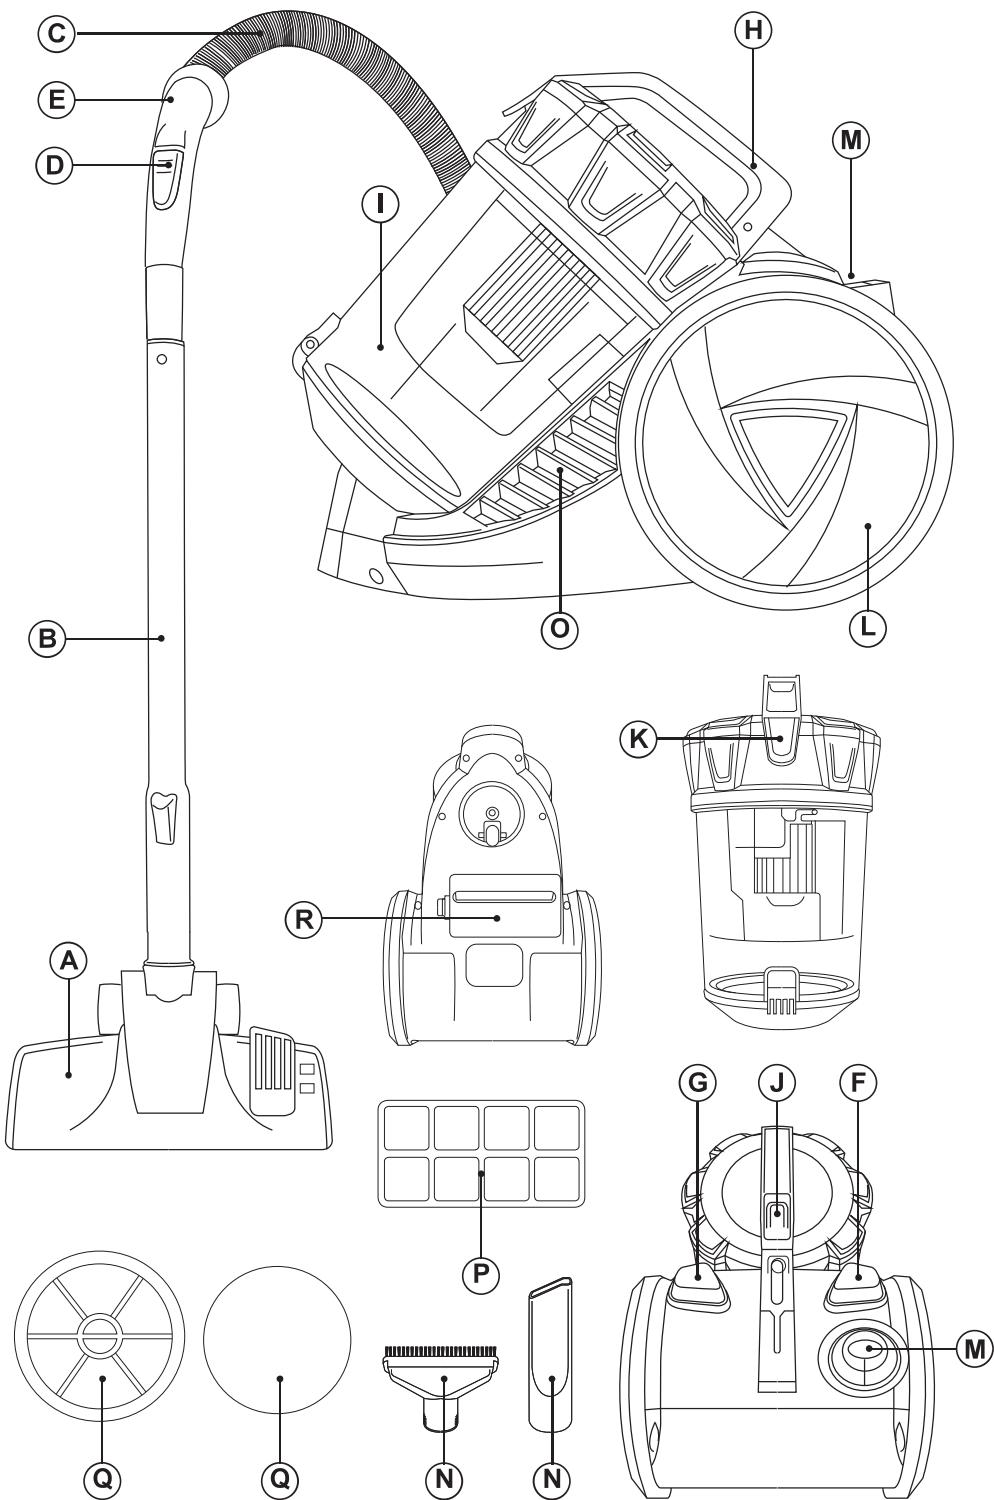

Fig.1
- Acoplar el conjunto manguera a la entrada aire del aspirador. (Fig.1).